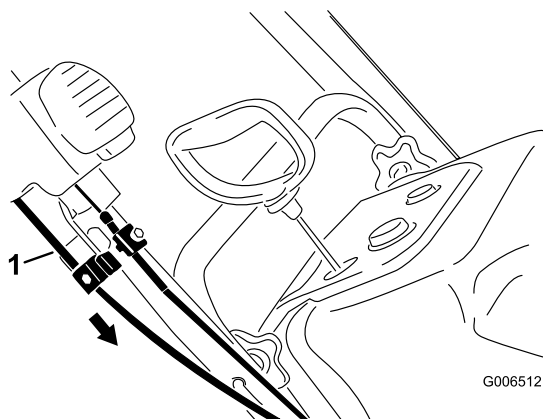

Figure 42
4. Maintenez l'éjecteur dans cette position, tirez sur la gaine du câble inférieur pour tendre le câble complètement, puis serrez la vis du serre-câble solidement (Figure 42).